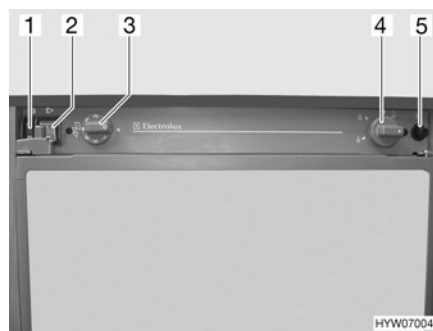

Fig. 128 Boutons de commande pour le réfrigérateur
- Mettre l'interrupteur 12 V "⊕" (Fig. 127,1 ou Fig. 128,1) sur "○".
- Mettre l'interrupteur 230 V "⚡" (Fig. 127,2 ou Fig. 128,2) sur "○".
- Tourner le bouton de commande (Fig. 127,4) ou le bouton tournant (Fig. 128,4) sur Gaz "▲" et le maintenir enfoncé. Attendre jusqu'à ce que le gaz s'écoule vers le brûleur.
- Appuyer de façon répétée sur le bouton d'allumage du gaz (Fig. 127,6 ou Fig. 128,5), jusqu'à ce qu'une flamme soit visible dans le verre-regard (en bas à gauche dans le réfrigérateur).
- Maintenir le bouton de commande (Fig. 127,4) ou bouton tournant (Fig. 128,4) enfoncé pendant encore 10 à 15 secondes, puis le relâcher.
- Régler la température de réfrigération avec le bouton tournant (Fig. 127,5 ou Fig. 128,4).
- Tourner le bouton tournant (Fig. 127,5 ou Fig. 128,4) sur la position "0".
- Mettre l'interrupteur 12 V "⏏" (Fig. 127,1 ou Fig. 128,1) sur "O".
- Mettre l'interrupteur 230 V "⏏" (Fig. 127,2 ou Fig. 128,2) sur "I".
- Régler la température de réfrigération avec le bouton tournant (Fig. 127,3 ou Fig. 128,3).
- Mettre l'interrupteur 230 V "⏏" (Fig. 127,2 ou Fig. 128,2) sur "O".
- Mettre l'interrupteur 12 V "⏏" (Fig. 127,1 ou Fig. 128,1) sur "I".